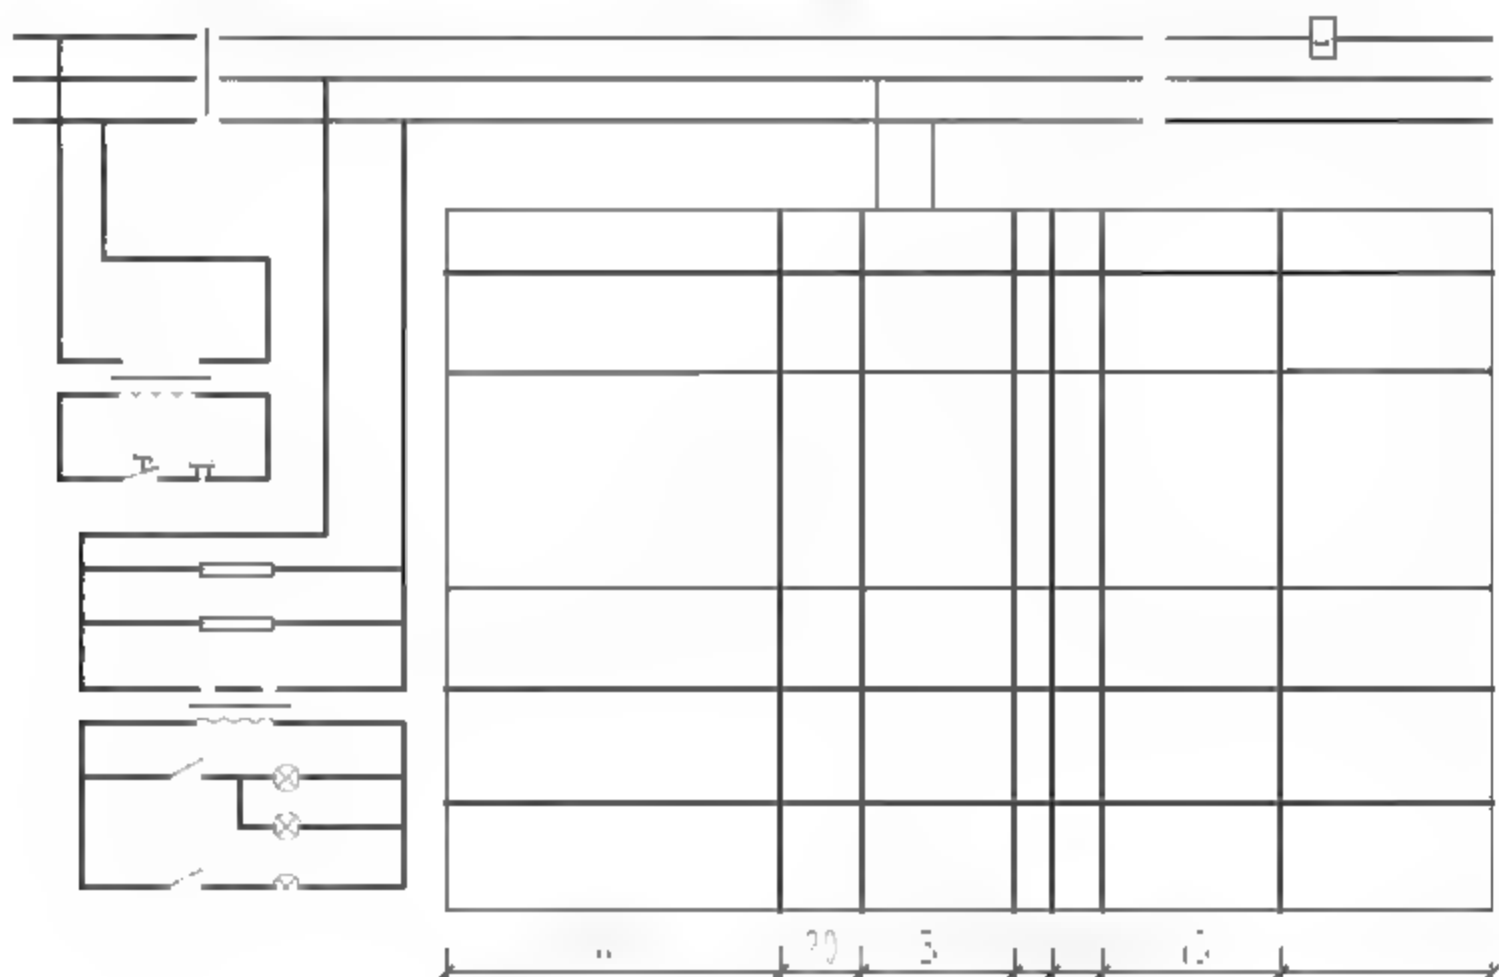

图11-30 偏移竖向矩形边
**09** 调用O【偏移】命令，选择竖向矩形边向内偏移，结果如图11-30所示。